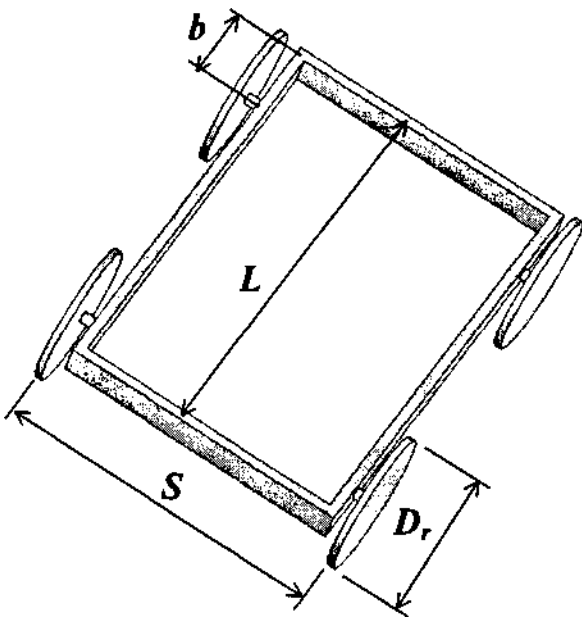
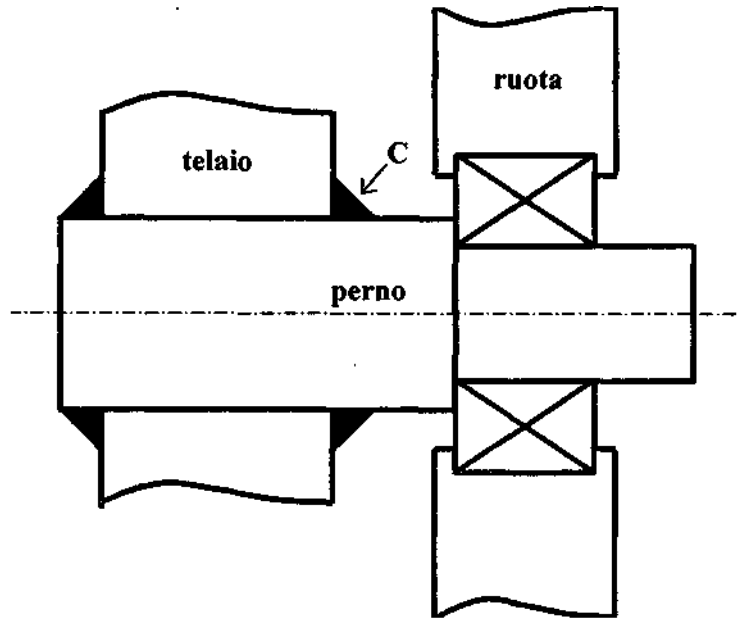

Figura 1 - Schema del carrello.
Figura 2 - Schema del perno di sostegno della ruota.
Il componente in esame è un carrello su rotaia destinato al trasporto di materiale. Il carrello ha telaio rettangolare e il carico pagante di progetto è uniformemente distribuito sul telaio; il carrello è sufficientemente lento da poter trascurare i carichi laterali. Lo schema del carrello, riferito alla sua linea media, è visibile in Figura 1. Le 4 ruote (metalliche) sono montate sui lati maggiori del telaio (2 ruote per ciascun lato), su perno fisso rispetto al telaio, mediante l'interposizione di un cuscinetto a rotolamento. Il telaio è fissato ai perni delle ruote da saldature con cordoni d'angolo, come indicato nello schema di Figura 2.
- 7) Effettuare la verifica a fatica del cordone di saldatura indicato come **C** in Figura 2.